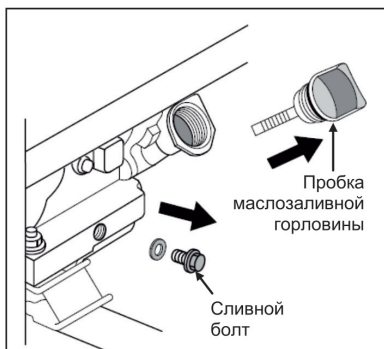

Рис. 12
2. Выкрутите пробку маслозаливной горловины (рис.12)